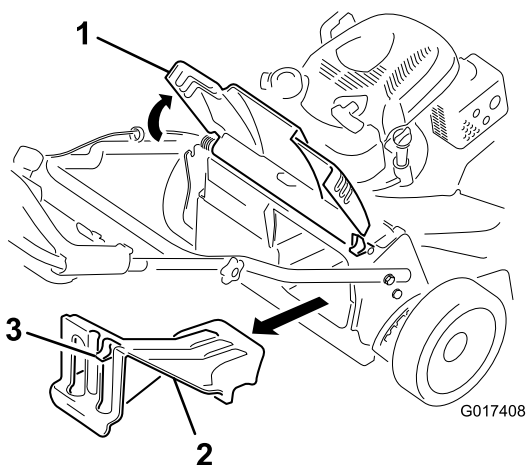

Figura 27
1. Sollevate il deflettore posteriore e tenetelo sollevato (Figura 27).
2. Rimuovete il coperchio di scarico posteriore abbassando il fermo con il pollice ed estraendo il coperchio dalla macchina (Figura 27).